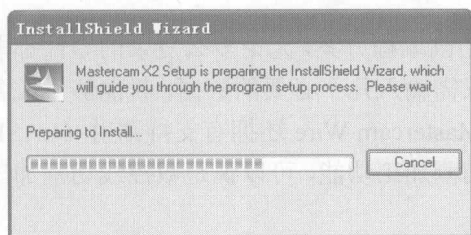
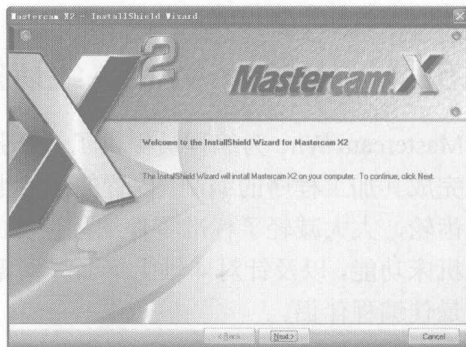

图 1-3 系统自检对话框
图 1-4 安装界面 1
(3) 如果本机中已安装 .NET 2.0 系统,直接单击 **Step 2: Install Mastercam X2** 按钮出现系统自检对话框,如图 1-3 所示,自检完成后出现安装界面 1,如图 1-4 所示。